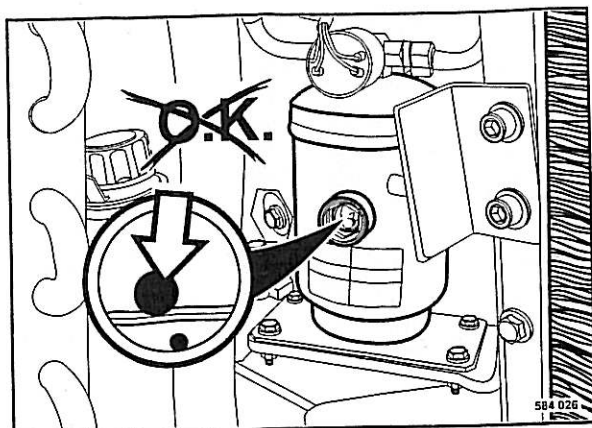

Fig. 104
- Si el flotador esférico blanco (Fig. 104) se encuentra abajo en el cristal de observación de la unidad secadora/colectora hay que informar el servicio posventa.